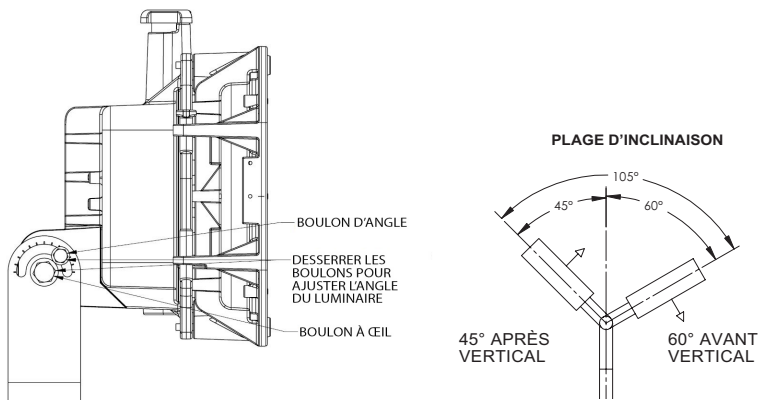

Figure 5
3. Serrer l'attache de la cosse de mise à la terre sur le fil de mise à la terre. Serrer à un couple de 2,82 N-m. [25 po-lb], comme illustré à la figure 5.